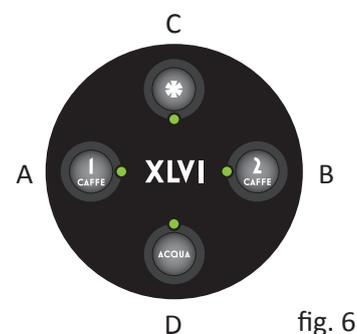

fig. 6
- Per erogare acqua dal gruppo è sufficiente premere il tasto (C) posto sulla pulsantiera (fig. 6). Il tasto (C) ha la funzione di interruttore per l'erogazione continua e arresto della stessa.
- Per erogare vapore è sufficiente abbassare la leva (3). Quando si desidera interrompere l'erogazione di vapore riportare la leva (3) nella posizione iniziale.
- Per erogare acqua dalla lancia (6) è sufficiente premere il tasto (D) posto sulla pulsantiera (fig. 6)